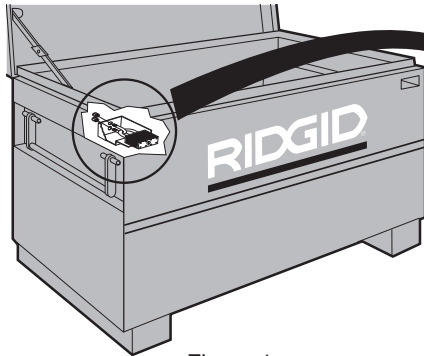

Figura 1
2. Deslice el candado a través del alojamiento de la parte delantera de la caja (figura 1).